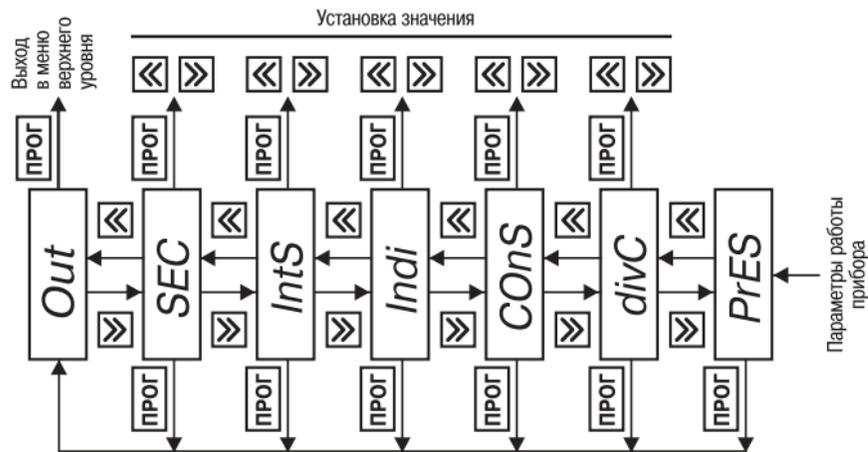

Рис. 16
6.2.2.5. **Группа «OPER»** предназначена для установки рабочих параметров прибора (рис.16). Код доступа для этой группы «_33».